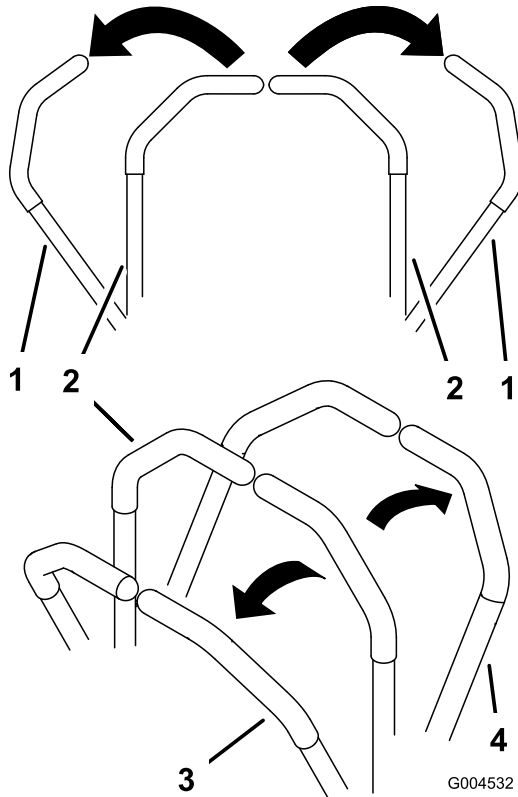

Figure 16
1. Mettez les leviers de commande de déplacement (Figure 16) en position de verrouillage du point mort.
- Pour vous déplacer en marche avant, poussez doucement les leviers de commande de déplacement vers l'avant (Figure 16).
Pour vous déplacer en ligne droite, appliquez une pression égale sur les deux leviers de déplacement (Figure 16).
Pour tourner, rapprochez du point mort le levier de commande correspondant à la direction que vous voulez prendre (Figure 16).
- Pour vous déplacer en marche arrière, tirez doucement les leviers en arrière (Figure 16).
Pour tourner, relâchez le levier de commande correspondant à la direction que vous voulez prendre (Figure 16).